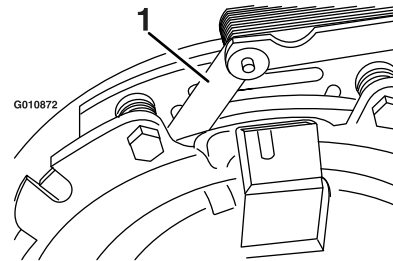
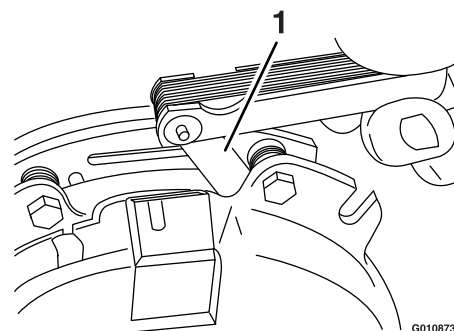

Figura 61
Figura 62
- E. Usando una galga de 0.254 mm (0.010"), compruebe la presencia de un espacio entre el rotor y la cara de la armadura en ambos lados del polo del freno, según se indica en Figura 61 y Figura 62.